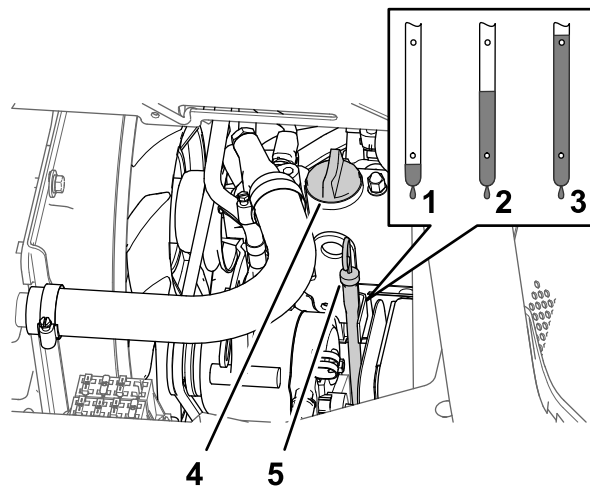

図 112
5. エンジンバルブカバー図 112からオイル補給口のキャップを取り、所要量の約 80% のオイルを入れる。
6. ディップスティックの目盛りで油量を点検する 図 112。
7. ディップスティックの FULL マークに達するまで補給口から残りのオイルをゆっくりと補給する 図 112。
8. 補給口にキャップとディップスティックを取り付ける 図 112。